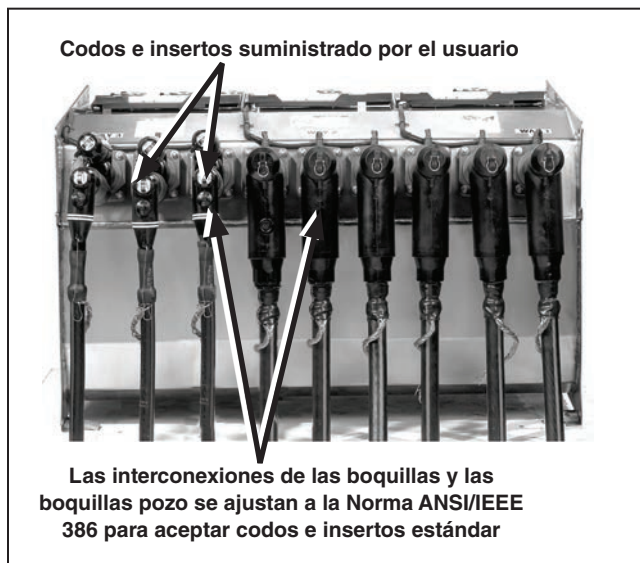

Figura 79. Se ilustra el tanque del interruptor Vista con codos e insertos suministrados por el usuario. (Se muestra la unidad manual con fines ilustrativos).
- PASO 2.** Remate los cables con codos siguiendo las instrucciones del fabricante de los mismos. Ver Figura 79.